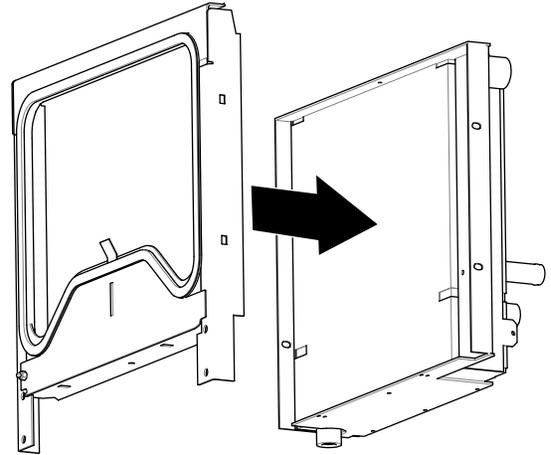

図 26
1. 取り付けフレームの穴をラジエター/オイルクーラの穴に合わせる 図 26。